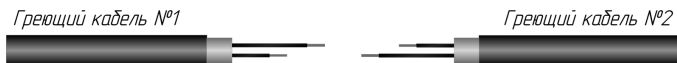

Рисунок 3
2.7. Повторить действия, описанные в п. 2.5 и п. 2.6 для нагревательного кабеля №2. (см. Рисунок 3 и Рисунок 3А)
Рисунок 3а